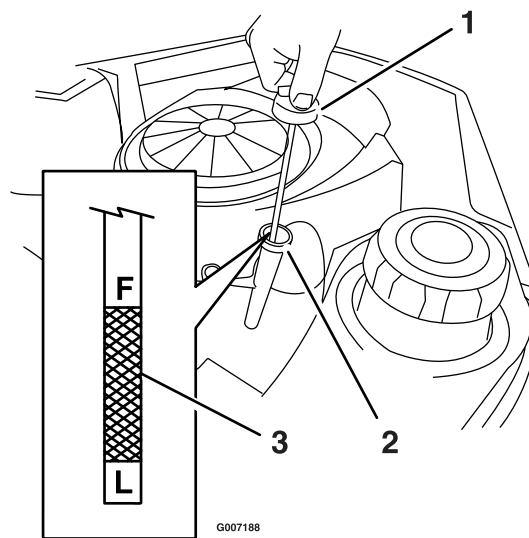

Figure 25
14. Vérifiez le niveau d'huile (Figure 25) (voir Contrôle du niveau d'huile).